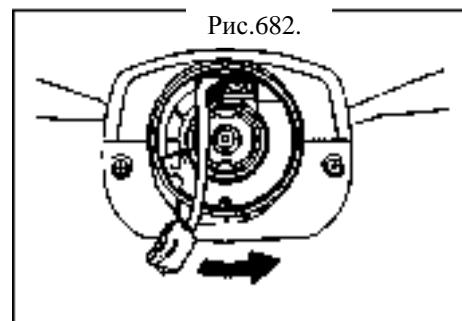

Рис.682.
- (4) Вставьте разъем проводов подушки безопасности в спиральный кабель и убедитесь в надежности крепления (рис.682).
- (5) Установите нижнюю крышку комбинационного переключателя.
- (6) Установите верхнюю крышку комбинационного переключателя на нижнюю специальными болтами.